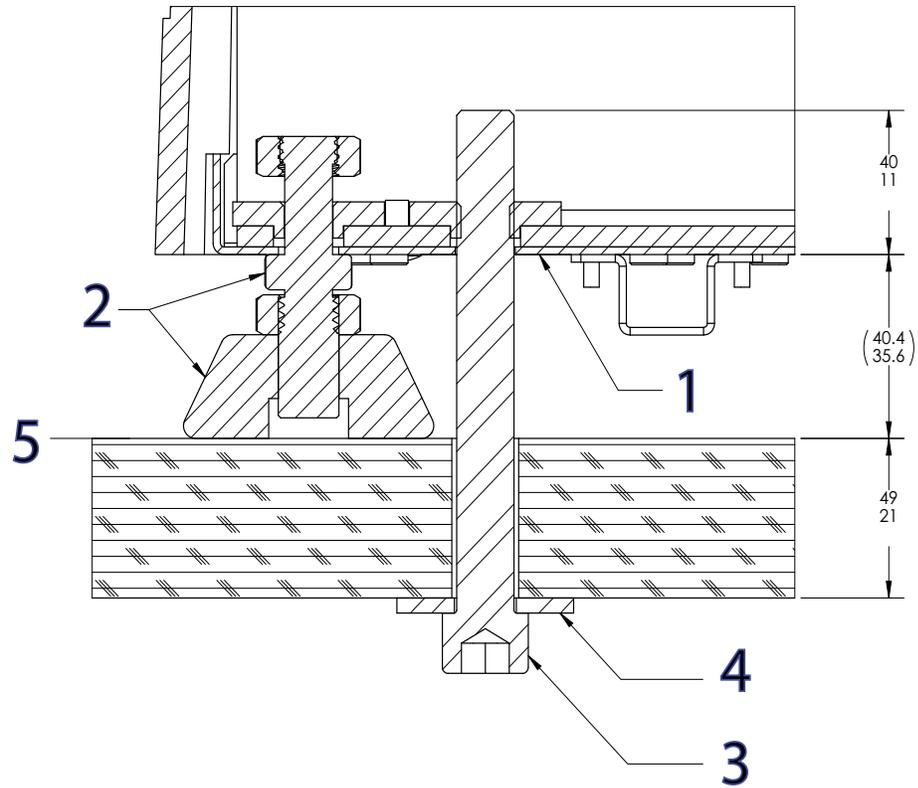

图 13. 将机架固定到工作台
图标图 13
3. 如第 57 页图 13 所示，安装各个螺栓和超大垫圈。